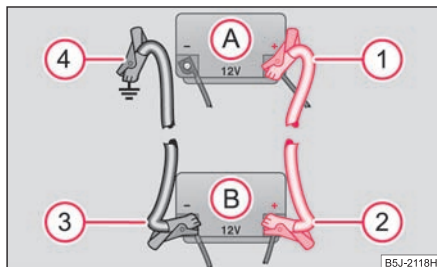

Fig. 200 Executarea pornirii cu ajutorul bateriei altui autovehicul: A - bateria descărcată, B - bateria furnizoare de curent
- Prindeți un capăt la polul plus (1) ⇒ fig. 200 al bateriei descărcate (A).
- Prindeți celălalt capăt la polul plus (2) al bateriei care furnizează curent (B).